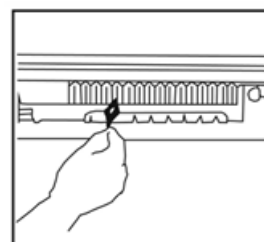

Figura 5
- Encienda una cerilla y aproxime la llama al quemador del grill (figura 5).